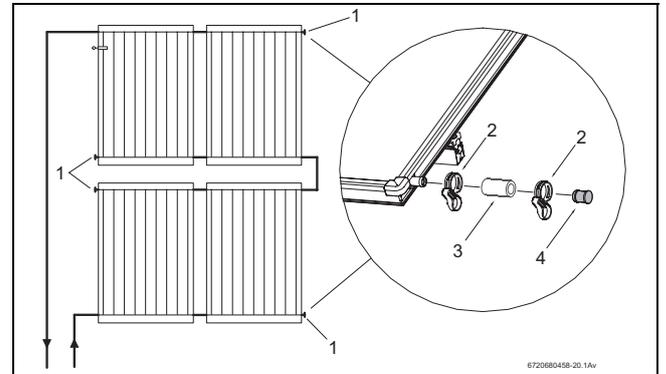

Fig. 57 Applicazione dei tappi ciechi premontati
Chiudere con i tappi ciechi gli attacchi del collettore non utilizzati (fig. 57, [1]).
- Inserire il tubo di gomma per solare 55 mm (fig. 57, [3]), con tappi ciechi già montati, sui due attacchi liberi.